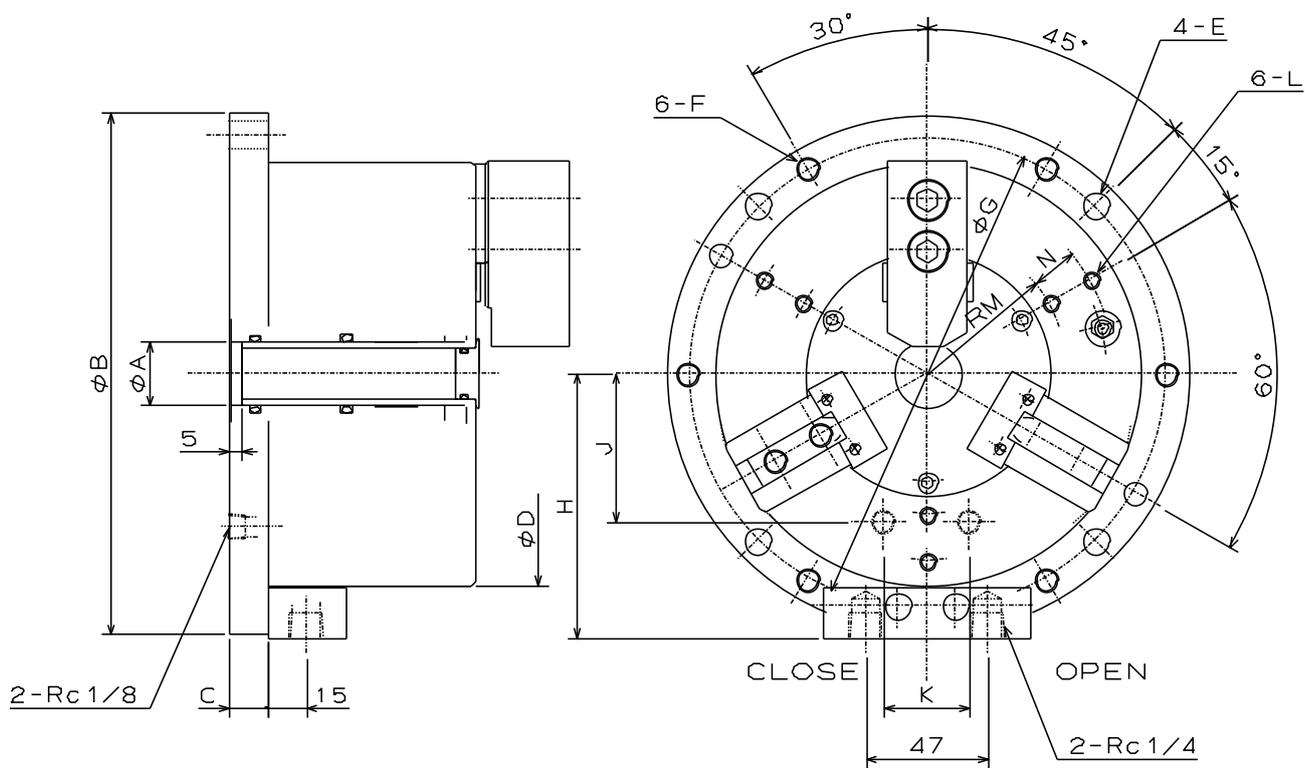

図 19
- ・ ブロック部またはワークグリッパ底面のエア供給ポートに配管してください。使用しない側のポートは埋栓してください。(図 19 参照)